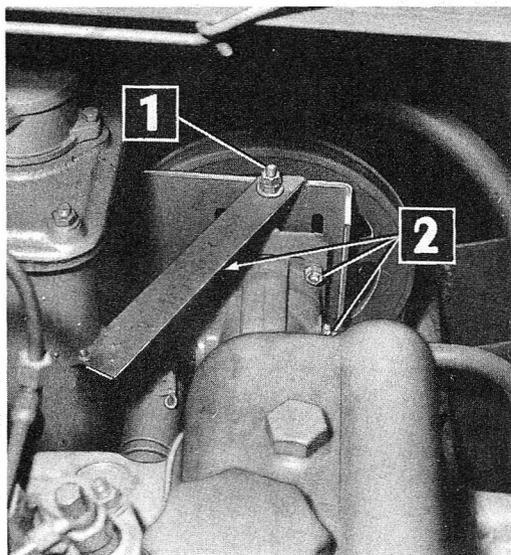

FIG. 97
E' importante verificare sovente la tensione di questa cinghia. Qualora risulti lenta occorre tenderla allentando i dadi (2 - fig. 97) dei bulloni di fissaggio della piastra pompa al supporto ed agendo sull'apposito tenditore (1): si raccomanda di non tenderla in modo esagerato.